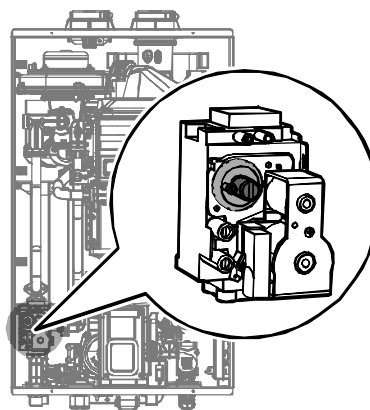

Figure 8. Emplacement de la vis de réglage
- Ouvrez entièrement plusieurs installations d'eau chaude et réglez le chauffe-eau pour qu'il fonctionne en mode MIN 1 étape (reportez-vous à la page 51). Mesurez la valeur de CO₂ à une puissance minimale d'utilisation. Si la valeur de CO₂ ne se trouve pas dans la plage de 0,5 % de la valeur indiquée dans le tableau 2, la vis de réglage de la soupape à gaz doit être ajustée. Si un ajustement est requis, trouvez la vis de réglage, comme cela est indiqué à la Figure 8. À l'aide d'une clé Allen de 4 mm ($\frac{5}{32}$ po), tournez la vis de réglage de $\frac{1}{4}$ de tour maximum dans le sens horaire pour augmenter la valeur de CO₂ ou dans le sens antihoraire pour la diminuer.